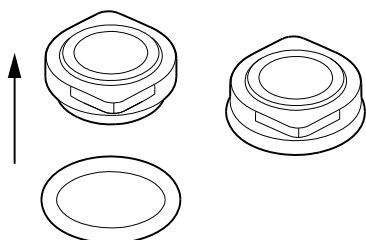

Fig. 22 Colocar la junta tórica en la parte fija del cierre mecánico.
2. Colocar la junta tórica (pos. 102) en la parte fija del cierre mecánico. Ver fig. 22.